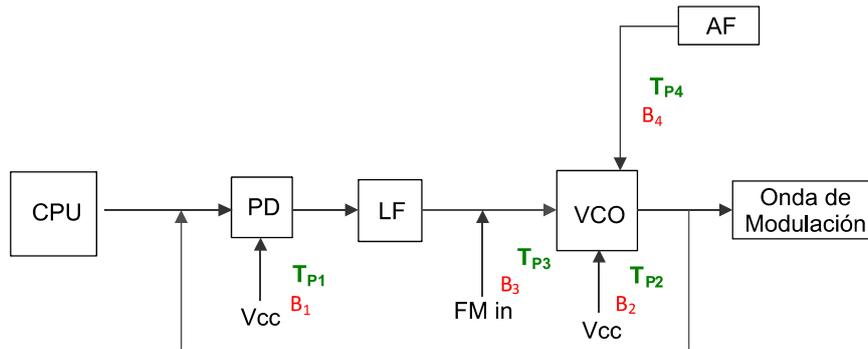

Figura 7. Localización de cada punto de test en el circuito.
- ◆ TP2, TP3 y TP1 se utilizan para monitorizar los puntos de test del circuito. Para la posición de cada punto de test, consulte la figura 7.